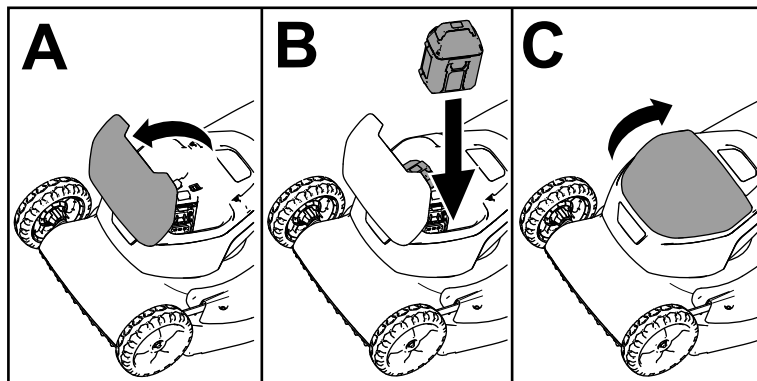

Bild 15
3. Öffnen Sie den Deckel des Akkukastens (A in Bild 15).
4. Richten Sie die Vertiefung des/der Akkus mit der Nase an der Maschine aus und schieben Sie den/die Akku(s) in den Kasten, bis er in seiner Position einrastet (B in Bild 15).
5. Schließen Sie den Deckel des Akkukastens (C in Bild 15).